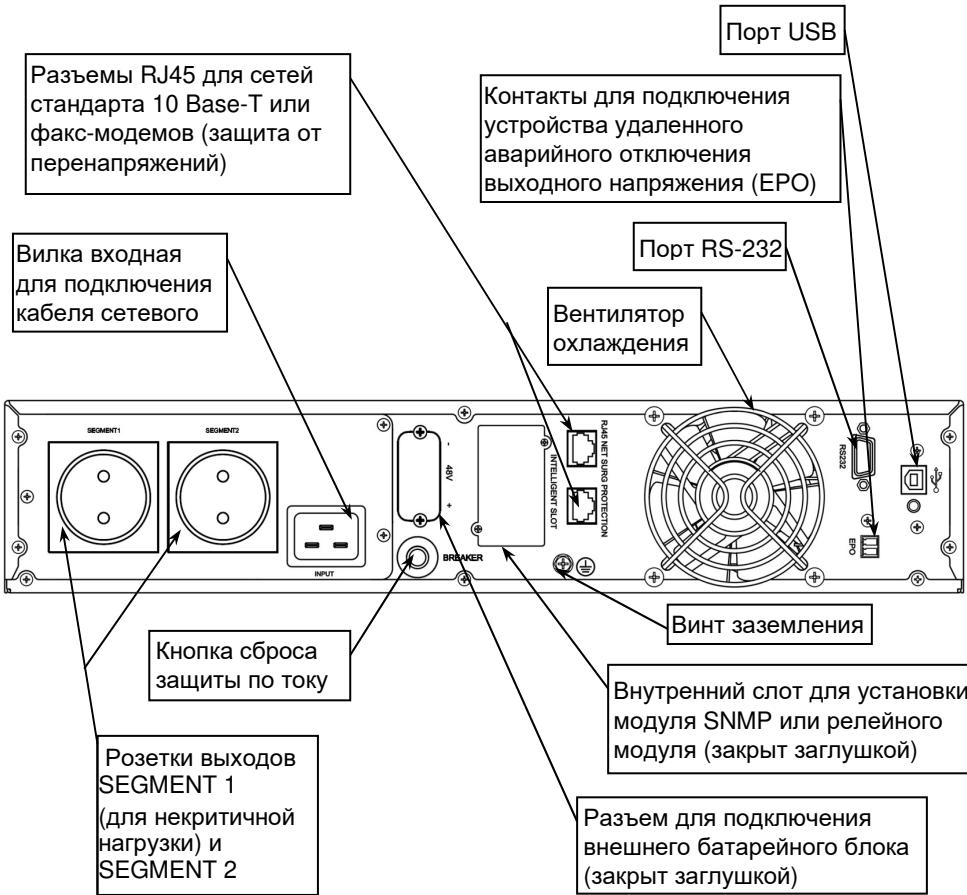

Рисунок 2 – Общий вид задней панели изделия
На задней панели изделия расположены: входной и выходные разъемы, кнопка сброса срабатывания защиты по току (срабатывание защиты происходит при превышении уровня входного тока выше допустимого), вентилятор охлаждения, слот для SNMP-модуля или релейного модуля, разъемы коммутационных портов, винт заземления (см. рисунок 2).
- поместите изделие на полку или направляющие шкафа или стойки и закрепите его на передних стойках. Соедините винт заземления изделия (см. рисунок 2) с контуром заземления шкафа или стойки перемычкой заземления (в комплект поставки не входит).
- подключите к выходным розеткам изделия кабели питания нагрузок (см. рисунок 2).
Изделие оснащено интеллектуальным слотом (см. рисунок 2), предназначенным для установки модуля SNMP или реле. При установке модуля SNMP или релейного модуля в изделие, модуль обеспечивает расширенные возможности связи и мониторинга.